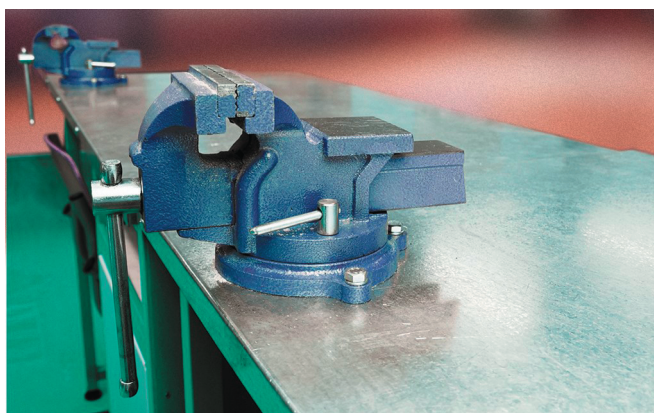

Рис. 1. Место для работы в классе
1. **Место для работы в классе.** Здесь размещены столы и стулья для работы обучающихся, рабочее место учителя, классная доска, наглядные пособия, есть шкаф для хранения пособий (рис. 1).